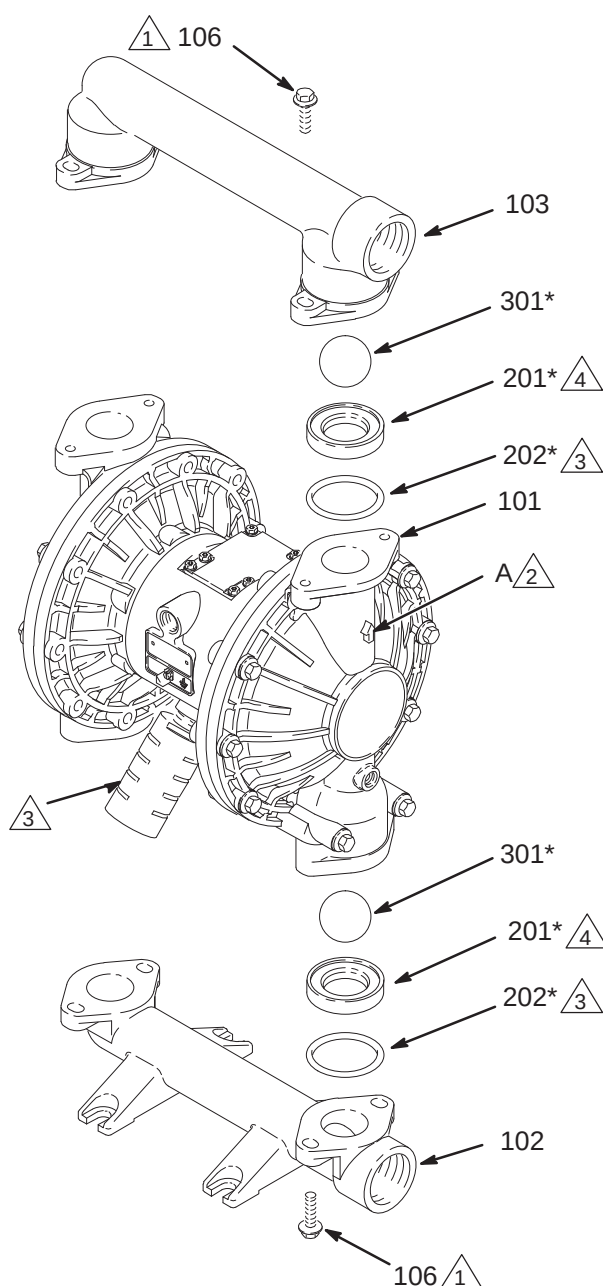

FIG. 10
3. à l'aide d'une clé à douille de 13 mm, retirez les quatre boulons (106) maintenant le collecteur de sortie (103) sur les capots à fluide (101). Consultez FIG. 10.
4. Retirez les joints toriques (202, *non utilisés sur certains modèles*), les sièges (201) et les billes (301) du collecteur.
5. Retournez la pompe et retirez le collecteur d'entrée (102). Enlevez les joints toriques (202, *non utilisés sur certains modèles*), les sièges (201) et les billes (301) du collecteur (101).
2. Remontez dans l'ordre inverse en tenant compte des remarques sur la FIG. 10. Assurez-vous que les clapets anti-retour à bille sont montés **exactement** comme indiqué. Les flèches (A) sur les capots à fluide (101) **doivent** être orientées vers le collecteur de sortie (103).